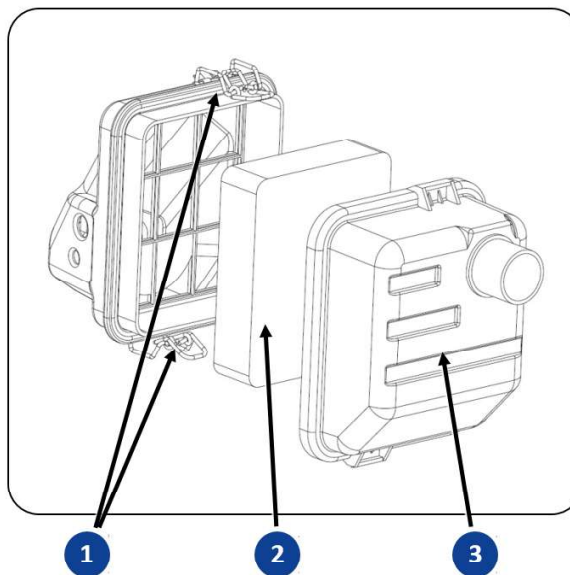

Fig. 9-6 Ta bort luftfilterelementet
2. Öppna de två monteringsfästena Fig. 9-6 -**1** och dra åt luftfilterlocket Fig. 9-6 -**3**.
3. Ta bort luftfilterelementet Fig. 9-6 -**2** och bestäm efter bedömning: